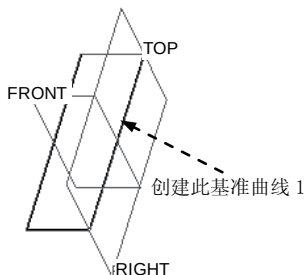
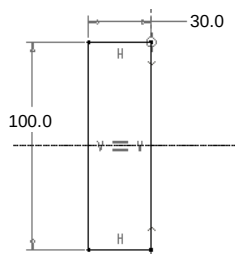

图 8.8.2 创建基准曲线 1
图 8.8.3 截面草图
Step1. 创建图 8.8.2 所示的基准曲线 1。在操控板中单击“草绘”按钮，选取 TOP 基准平面为草绘平面，选取 RIGHT 基准平面为参考平面，方向为右，绘制图 8.8.3 所示的截面草图。